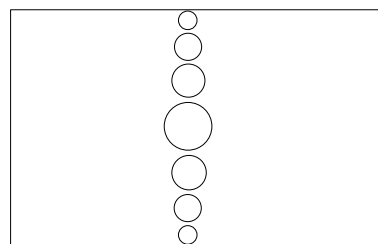

FIG. 2
- Vertical curtain lens / Lente a tenda verticale (fig. 2)
Screw for Anti-removal system - Fig.2
Once the cable and wall attachment holes have been made, take the measurement to attach an anchor (3 mm) to the anti-removal system. (see above fig.1 and fig.2)
Praticati i fori per il passaggio cavi e quelli per il fissaggio a muro, prendere la misura per fissare un tassello (di misura 3mm) al sistema antiromozione. (vedi sopra fig. 1 e fig.2)